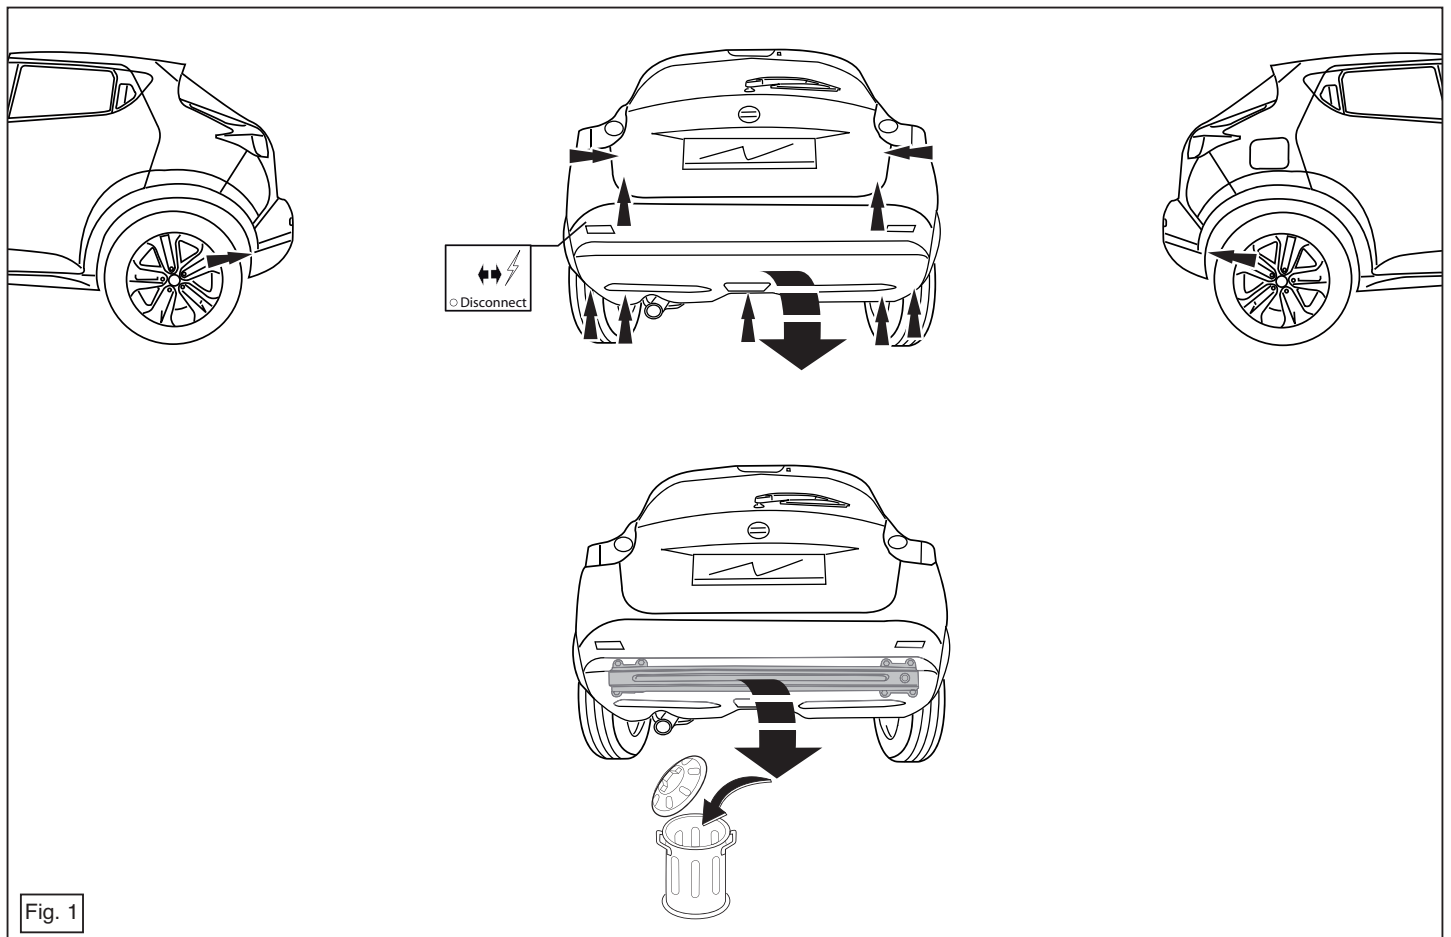

Fig. 1
1. Remove the bumper and the steel buffer beam from the vehicle. The buffer beam will no longer be needed. Replace the bolts. See figure 1.
1. Die Stoßstange einschließlich des stählernen Stoßbalkens vom Fahrzeug abmontieren. Der Stoßbalken wird nicht mehr benötigt. Die Schrauben wieder anbringen. Siehe Abbildung 1.
1. Déposer le pare-chocs du véhicule y compris la traverse en acier ; la traverse ne sera plus utilisée. Remettre les boulons de fixations en place. Voir la figure 1.
1. Снять бампер вместе со стальным буферным брусом автомобиля; буферный брус больше не понадобится. Поставить болты на место. См. рисунок 1.
1. Demonter kofangeren, inklusive køretøjets stålstødbjælke. Denne bliver overflødig. Sæt bolte på plads igen. Se fig. 1.